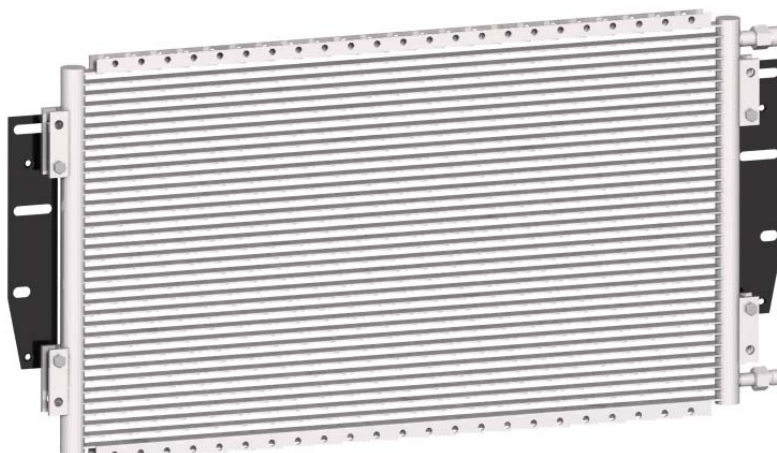

Рис.5 Конденсатор
4.6.1 Установить кронштейны 11-020851-00 левый и 11-020852-00 правый на конденсатор и закрепить четырьмя болтами М6х20 ГОСТ 15589-70. Момент затяжки 14...17 Н.м (1,4...1,7 кгс.м) (ключ гаечный 10 ГОСТ 2839-80) см.рис.5.